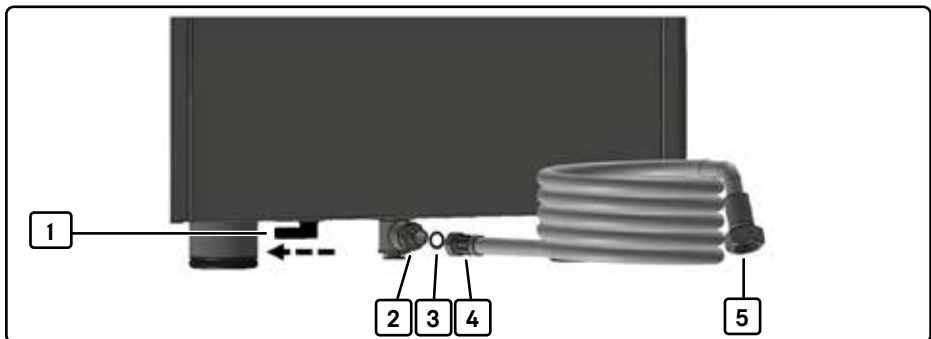

Abb. 4 Rückansicht mit Drehventil und Wasseranschlusstutzen
2. Im Lieferumfang enthaltenen Wasseranschlussschlauch [4, Abb. 4] an Wasseranschlusstutzen [2, Abb. 4] an der Unterseite der Maschine anschrauben. Dafür Dichtung [3, Abb. 4] verwenden.
4. Wasseranschlussschlauch [5, Abb. 4] an Wasserversorgung anschließen.
5. Drehventil [1, Abb. 4] in die Festwasser-Stellung bringen. Das Ventil zeigt zur Außenseite der Maschine.